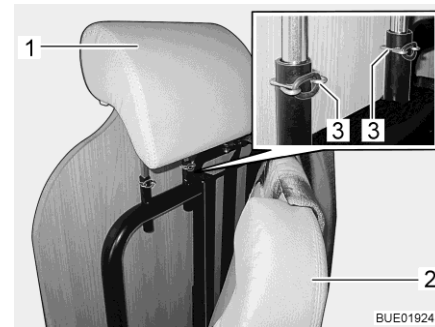

Bild 12 Kopfstütze einstellen
Kopfstütze (Bild 12,1) vor Fahrtbeginn so einstellen, dass der Hinterkopf etwa in Ohrhöhe abgestützt wird.
- Polster (Bild 12,2) nach vorn klappen.
- Sicherungsklammern (Bild 12,3) abnehmen.
- Kopfstütze (Bild 12,1) nach oben ziehen oder nach unten drücken, bis sie in der gewünschten Rastposition einrastet.